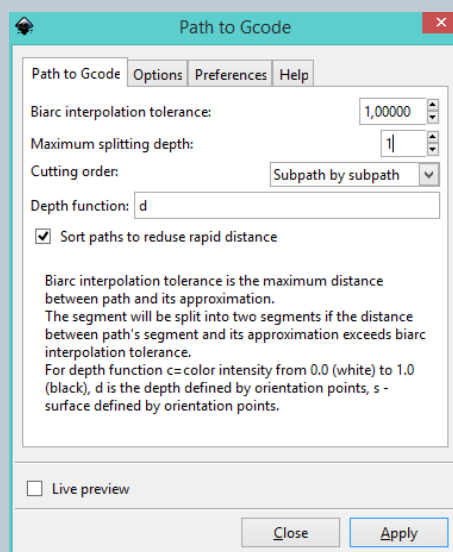

Fig. 53
- Nella prima schermata “Path to GCode” selezionare i valori come da immagine (Fig. 53):